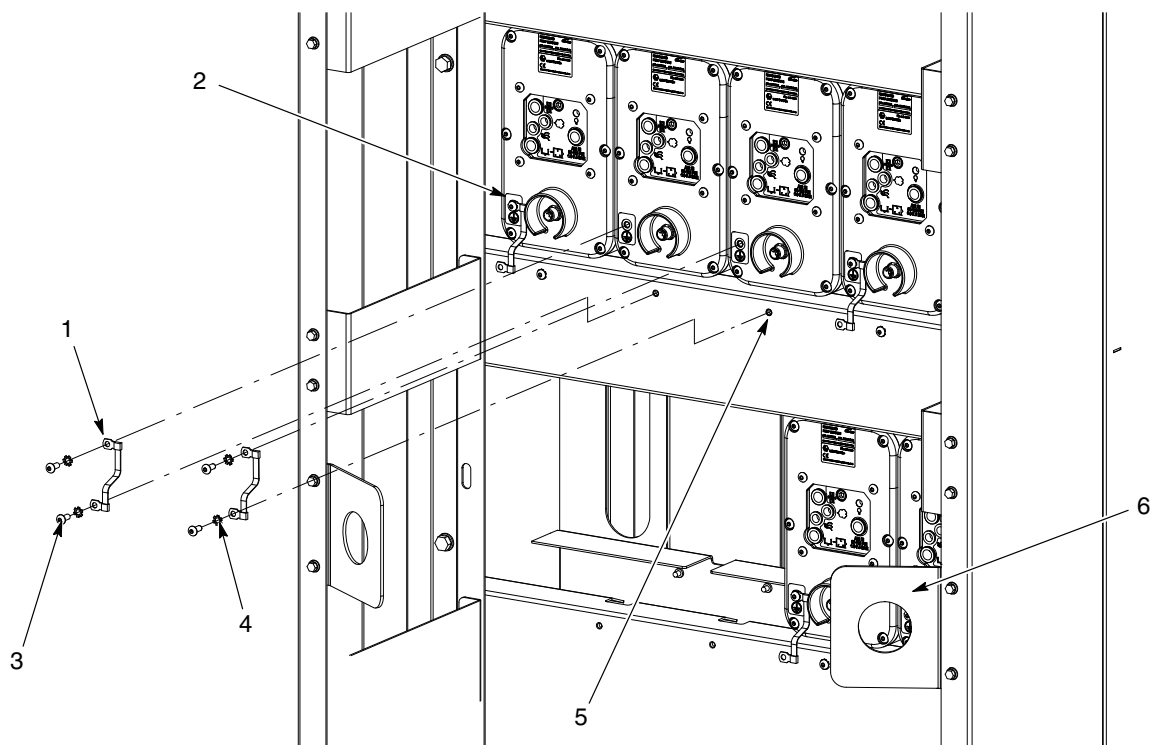

Рис. 6 Замена лент заземления
1. См. рис. 6. Если требуется замена ленты заземления (1), полностью отключить питание системы.
2. Затем отсоединить изношенную или поврежденную ленту заземления от клеммы (2) с задней стороны модуля насоса.
3. Снять ленту заземления, вывернув винт (3) со стопорной шайбой (4) из позиции заземления (5) шкафа насосов. Установить новую ленту заземления в обратном порядке.